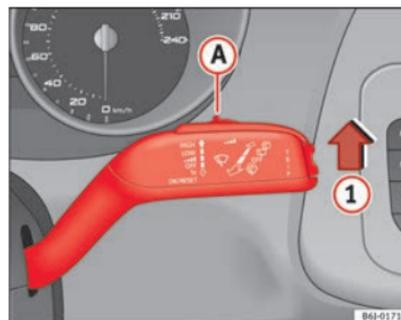

Fig. 67 Manípulo do limpa pára-brisas
- Deslocar o manípulo do limpa pára-brisas para a posição ① ⇒ Fig. 67.